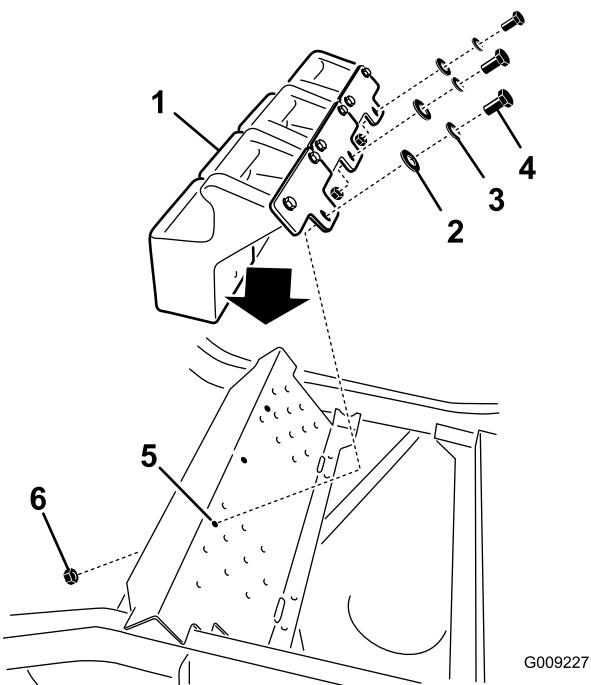

Figura 35
2. Instale los contrapesos delanteros encima del reposapiés (Figura 35).
3. Sujete los contrapesos delanteros encima del reposapiés y al soporte de montaje de los contrapesos con 6 pernos (3/8" x 1"), 6 arandelas de freno, 6 arandelas planas y 3 tuercas con arandela prensada (3/8") (Figura 35).